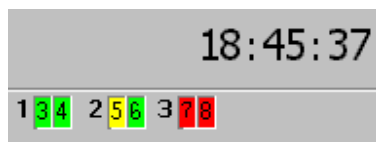

Рисунок 108
5.8.1 Динамическое состояние обмена с ретрансляторами АТС отображается в правом верхнем углу основного окна АРМ ДО, рисунок 108: